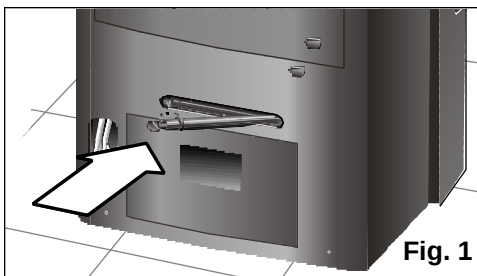

Fig. 1
- ❑ Assicuratevi che il tappo di scolo sia collocato bene, perché può allentarsi durante il trasporto, **Fig. 1**.